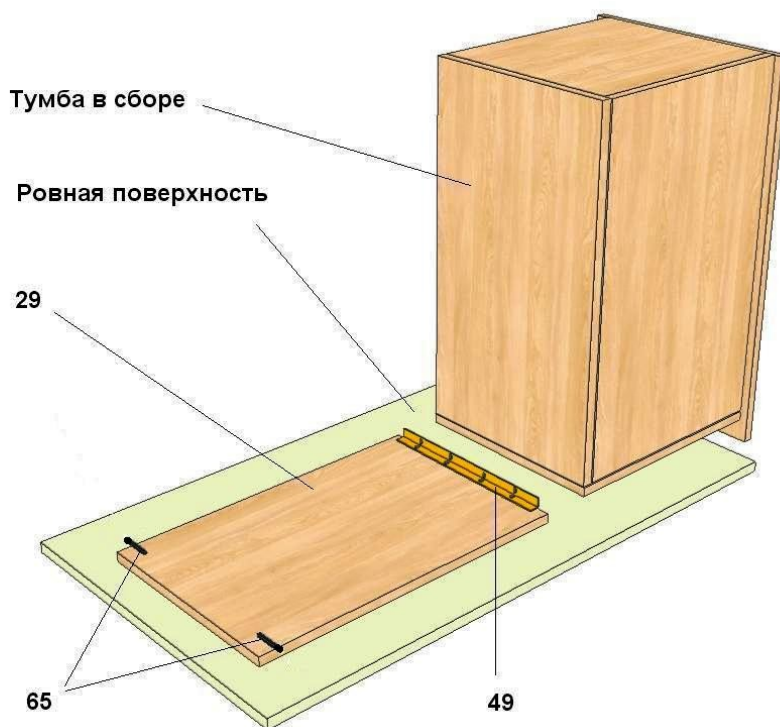

Рис.2
Примечание: данную операцию легко выполнить, установив тумбу и выдвижную панель как показано на рис.2:
8. Установить по разметке направляющую ось **65** на выдвижную панель **29** (см.рис.2) и закрепить саморезами 3,5x 16 (2 шт.).Повторить операцию для второй направляющей оси;